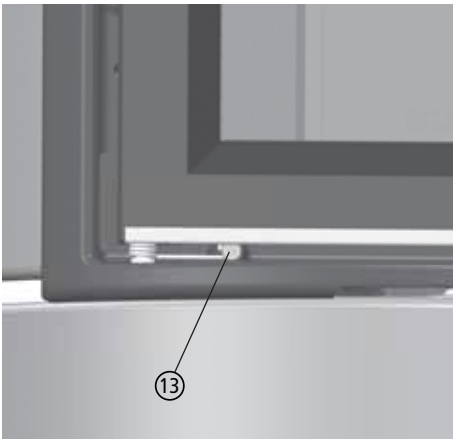

Abb. 3.12 Spannen der Türfeder
- ① Die Feuertür öffnen und auf der Scharnierseite ein Stück anheben - bei selbstschließender Feuertür vorher die Türfeder entspannen, siehe Abb. 3.12 und Abb. 3.13,
- ② Feuertür unten nach vorne aus dem Scharnier heraus schwenken - Feuertür dabei von unten festhalten,
- ③ Feuertür nach unten entnehmen.
Beim Ausbauen der Feuertür wird die Türfeder entspannt. Die Feder muss nicht ausgebaut, aber beim Einbau der Feuertür wieder gespannt werden (siehe auch Abb. 3.12 auf Seite 25).